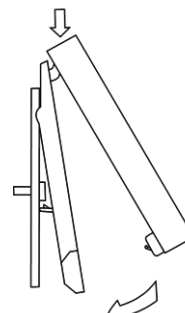

Fig. 58
- Una vez realizada la conexión, coloque el display sobre la parte trasera (Fig. 58).